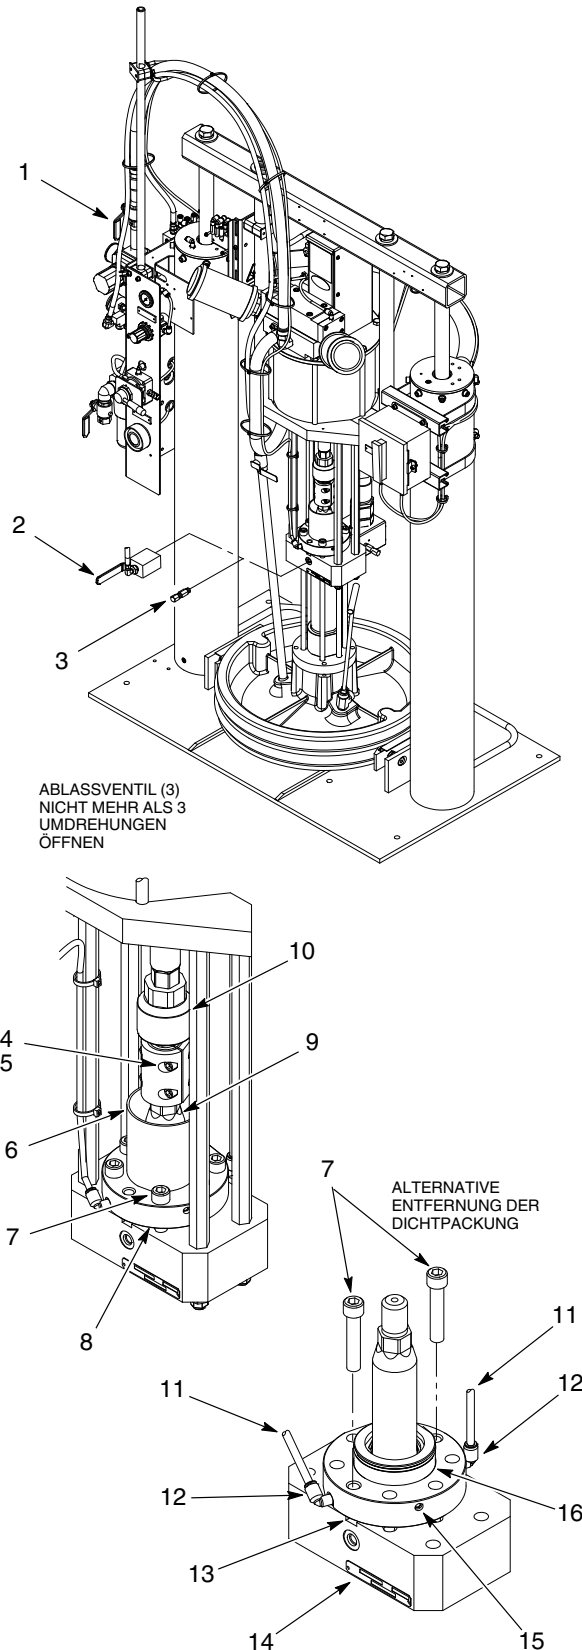

Abb. 1 Dichtpackung abnehmen
Das Luftmotor-Absperrventil ist Pos. 1 in Abb. 1.
AN	1. Siehe Abb. 1. Luftmotor laufen lassen, bis die Kupplung (5) zugänglich ist.
AUS	10. Eine Kupplungshälfte (2) wie gezeigt installieren. Mit einem $\frac{15}{16}$-Zoll-Schlüssel die Kupplungsstange so einstellen, dass ein Spalt von 0,76-2,54 mm (0,030-0,100 Zoll) zwischen Kupplungsstange und Tauchkolbenstange (4) entsteht. 11. Zweite Kupplungshälfte (2) installieren. Sicherstellen, dass die Spalten zwischen den Seiten der Kupplungshälften gleich sind. 12. Loctite 242 auf die Gewinde der Kupplungsschrauben (3) auftragen. Kupplungsschrauben installieren. Die Schrauben auf 10-21 N•m (14-16 ft.-lb) festziehen. 13. Den Spülkammerbecher (5) bis 0,75 Zoll (19 mm) unter den Rand mit Mobil SHC 634 befüllen. 14. Siehe Abb. 1. Je nach System entweder Kugelhahn (2) oder Ablassventil (3) schließen.